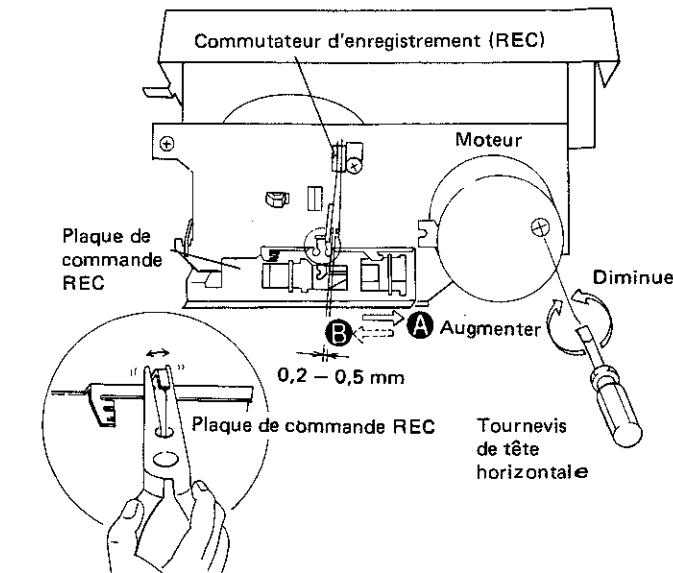

Fig. 12-2 Réglage de la vitesse de défilement de la bande et du commutateur d'enregistrement (REC)
- Reproduire la partie à 3kHz de la bande d'essai STD-301. Au début, la fréquence doit se situer dans la plage de 3000Hz à 3010Hz, et elle peut être réglée en tournant la résistance ajustable située dans le trou de réglage du moteur, comme indiqué à la figure 12-2.